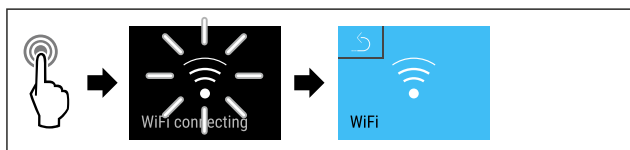

Fig. 118
- Handlungsschritte (siehe Fig. 118) durchführen.